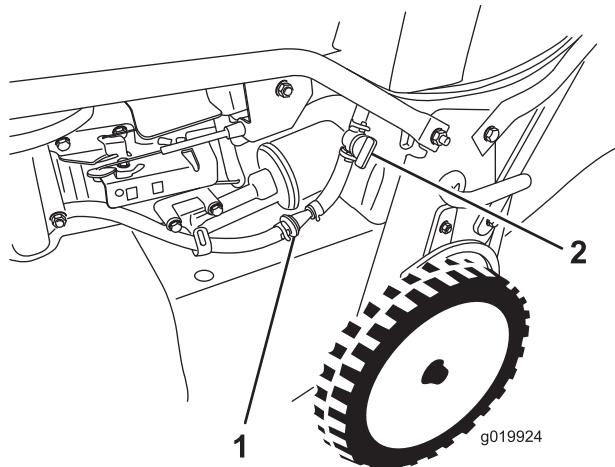

Bild 27
3. Schließen Sie den Kraftstoffhahn (Bild 27).
- 4. Lösen Sie die Schlauchklemmen um den Kraftstofffilter (Bild 27), um ihn von der Kraftstoffleitung zu entfernen.